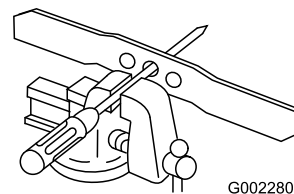

Рисунок 32
1. Проверьте балансировку ножа, поместив центральное отверстие в ноже поверх гвоздя или стержня отвертки, зажатых горизонтально в тисках (Рисунок 32).